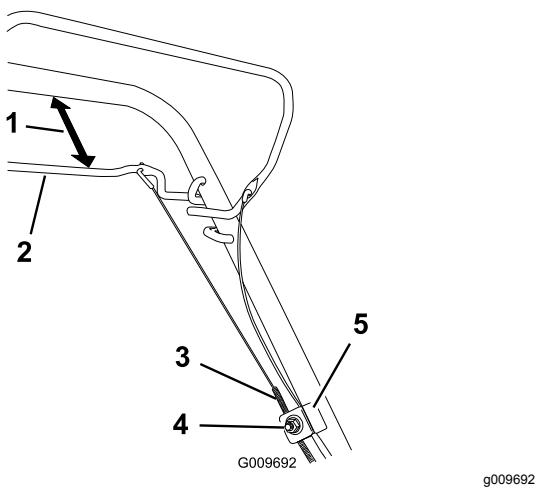

Figura 27
1. Desaperte porca de suporte do cabo (Figura 27).
2. Segure a barra da transmissão autopropulsora 25 a 38 mm do manípulo (Figura 27).
3. Puxe o invólucro do cabo (para máquina) até não haver folga no cabo (Figura 27).